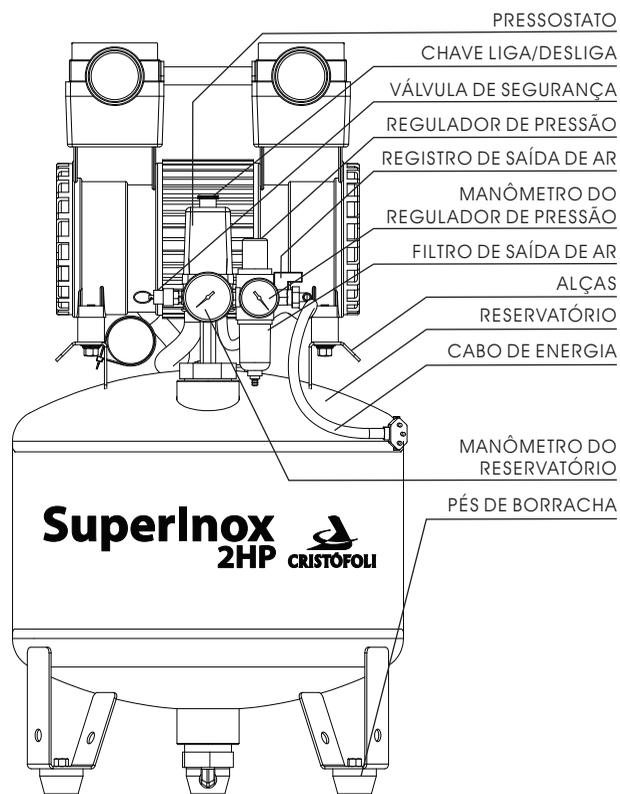

Fig. 1
- 3 - Conecte a mangueira de ar de seu equipamento ao registro de saída de ar do compressor (Fig. 1, pág. 6).
- ▶ **PRESSOSTATO (SENSOR DE PRESSÃO)** - Dispositivo responsável por regular os limites máximos e mínimos da pressão de trabalho do compressor (Fig. 1, pág. 6);
- ▶ **VÁLVULA DE SEGURANÇA** - Válvula que entra em funcionamento para a liberação de pressão caso haja falha do pressostato (Fig. 1, pág. 6);
- ▶ Verifique se o registro de drenagem e de saída de ar para o consultório estão fechados (Figs. 1 e 2, pág. 6).
- ▶ Ligue o equipamento na chave liga/desliga localizada sobre o pressostato para a posição **I** (ligado) (Fig. 1, pág. 6).
- ▶ Ao entrar em funcionamento, o pino do filtro de saída de ar (Fig. 1, pág. 6) ficará aberto e emitirá um ruído de vazamento de ar, à medida em que a pressão do reservatório aumentar, o pino fechará o filtro automaticamente. Consulte "Manutenção Preventiva" (Pág. 9).
- ▶ Verifique se a pressão exibida no manômetro do regulador de pressão (menor) está marcando 0,5 MPa / 5 bar / 72,5 psi ou 5,1 kgf/cm², então abra o registro de saída de ar (Fig. 1, pág. 6).
<p>Drenagem da água do filtro de saída de ar:</p> <p>Se houver água no interior do filtro de saída de ar (Fig. 1, pág. 6), faça a drenagem manualmente empurrando o pino para cima. Esse procedimento poderá ser feito com o reservatório pressurizado.</p> <p>A drenagem do filtro também ocorrerá de forma automática sempre que o reservatório for esvaziado completamente, assim, recomendamos que ao final do dia de trabalho, o reservatório seja esvaziado para que essa drenagem ocorra. Elementos filtrantes adicionais podem ser adquiridos através da Rede de Assistência Técnica Autorizada Cristófoli.</p>